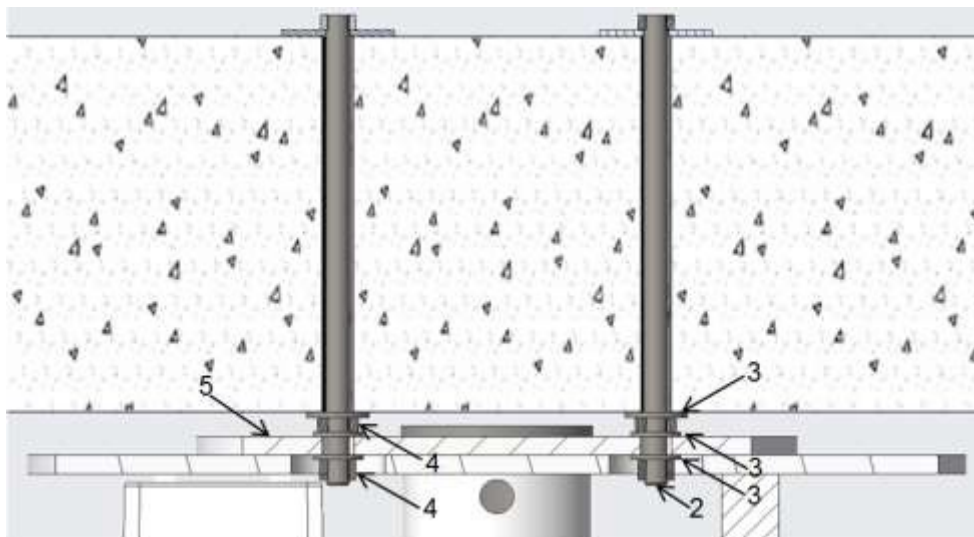

FIGURA 50 – FIXAÇÃO DA CHAPA DO EIXO
Proceder com a fixação da chapa do eixo (Item 5 da Figura 50) com as porcas (item 4) e arruelas (item 3) conforme ilustrado na Figura 50. Garantir o nivelamento da chapa do eixo regulando as porcas internas e externas à chapa, se necessário.